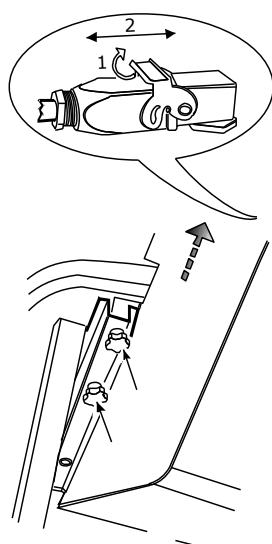

Fig. 12
2. allentare leggermente i pomelli di fissaggio e far scorrere la caldaia verso l'esterno (fig. 12).